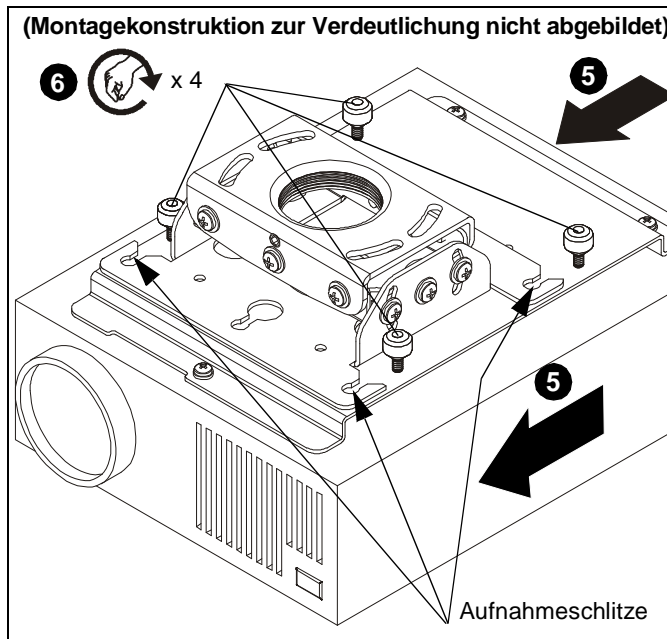

Abb. 8
4. Richten Sie die Flügelmuttern an der Anschlussplatte nach den Aufnahmeschlitz in der RPE-Projektorhalterung aus. (Siehe Abb. 8)
5. Schieben Sie die Anschlussplatte mit dem daran befestigten Projektor so weit wie möglich in die Aufnahmeschlitz. (Siehe Abb. 8)